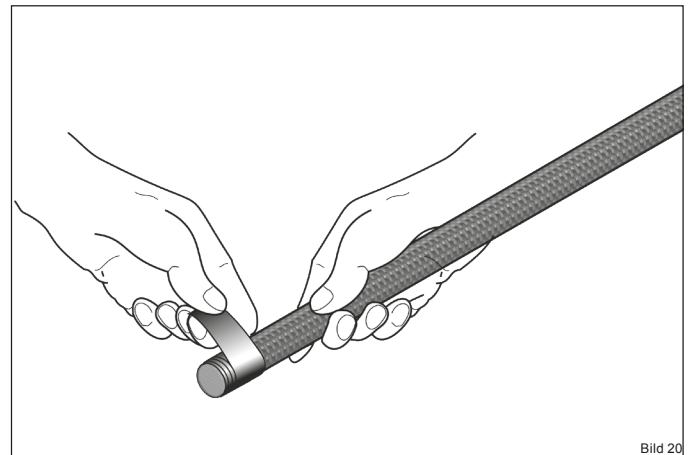
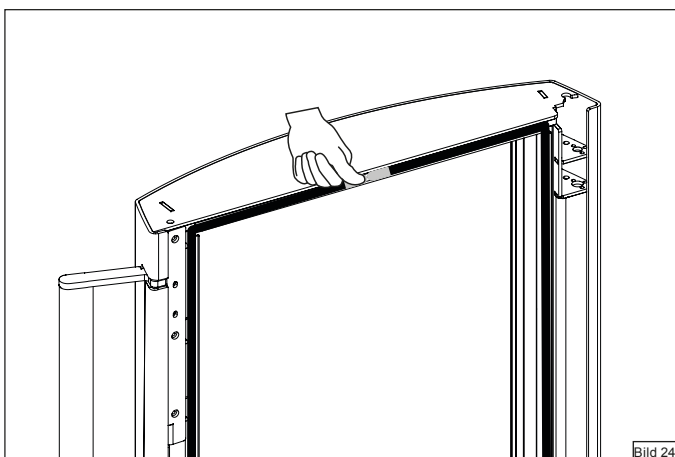

Bild 20
Bild 24
- ▶ Umwickeln Sie die neue Dichtung mit dem Kupferband an einer Seite mit ca. 3 cm Länge (Bild 20).
- ▶ Umwickeln Sie das Ende auch mit Kupferband (Bild 20) und drücken Sie die Dichtung in die Führung rein (Bild 24)